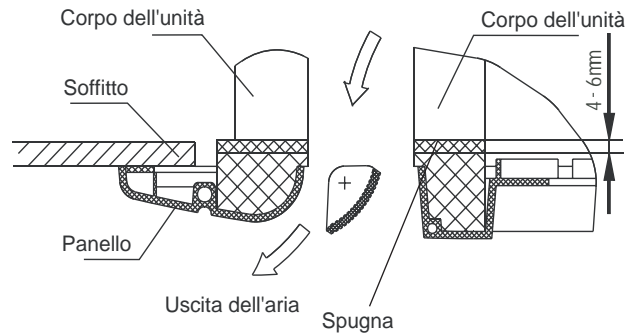

Fig.25
4. Regolare i 4 dadi in modo da mantenere il pannello in posizione orizzontale, poi avvitare i dadi fino a quando lo spessore della spugna presente tra il corpo principale e il pannello non sia di circa 4~6 mm. (Fig. 25)
6. Avvitare i dadi sotto i ganci del pannello fino a quando lo spessore della spugna presente tra il corpo principale e il pannello stesso non sia di circa 4~6 mm. (Fig. 25)